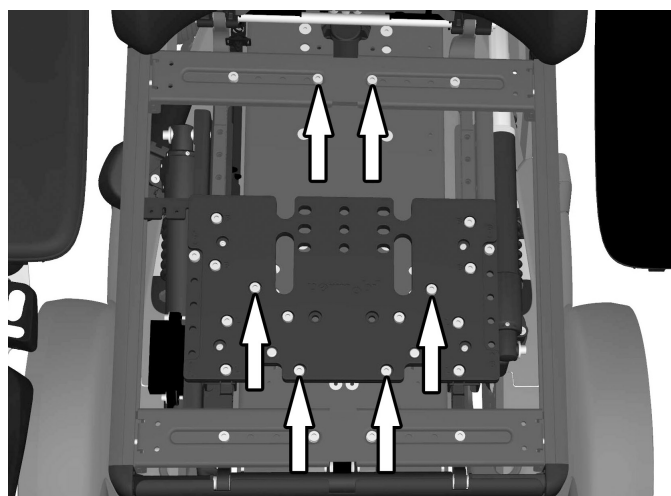

Abbildung 145. Der Sitz ist mit sechs Schrauben montiert.
8. Die sechs Schrauben entfernen, die den Sitz halten. Siehe Abbildung. 145. Montageposition des Sitzes im Lochbild für spätere Rückmontage notieren.